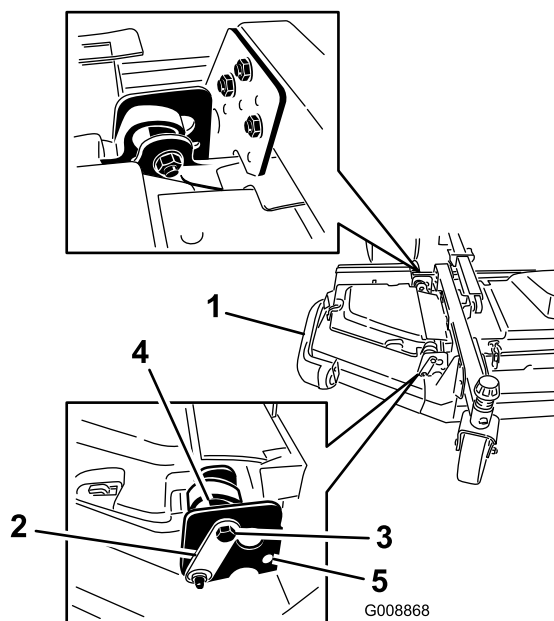

Рисунок 7
2. Ослабьте затяжку болтов и гаек, с помощью которых две втулки эксцентрики крепятся к крыльям (Рисунок 7).
4. Поворачивайте задний (ближайший к тяговому блоку) эксцентрик до тех пор, пока наружная кромка ножа не окажется примерно на 3 мм выше требуемой высоты скашивания (Рисунок 7).